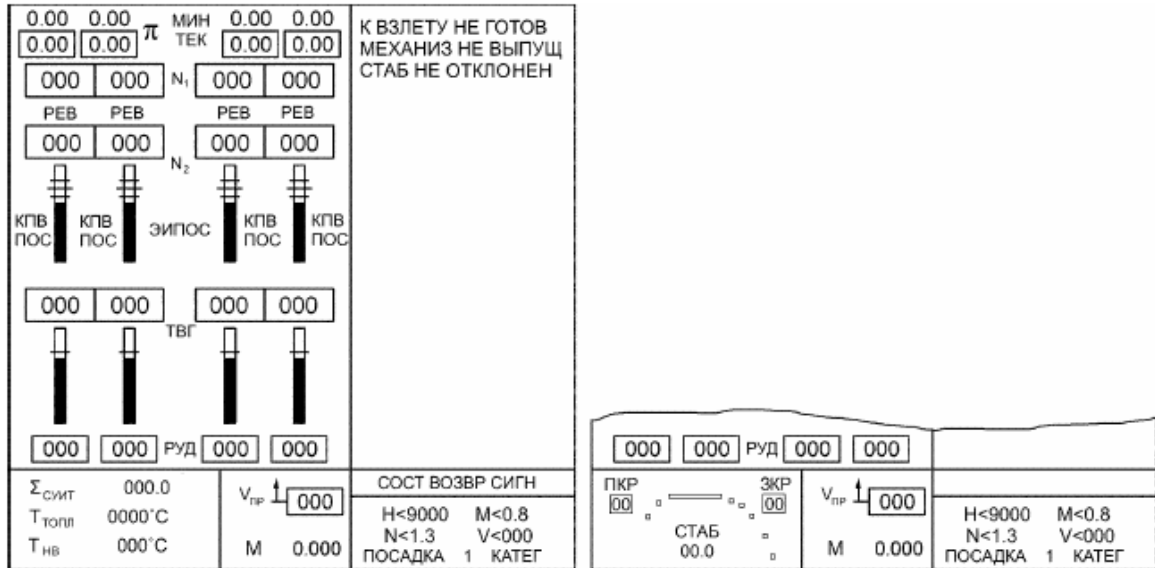

Рис. 4.25. КАДР "К1" ОСНОВНЫХ ПАРАМЕТРОВ ДВИГАТЕЛЕЙ
**Описание кадров, индицируемых на экранах КИСС.** Кадр "К1" основных параметров двигателей (рис. 4.25).